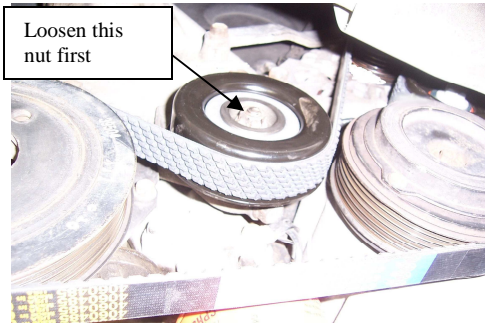

Figure 1
5. Release the tension on the main accessory drive belt by loosening the lock center idler pulley and turning the jack screw. Fig 1 and 2.
5. Suelte la tensión de la correa de transmisión accesorio principal soltando la polea guía del centro de bloqueo y girando el tornillo de la gata. Fig 1 y 2.